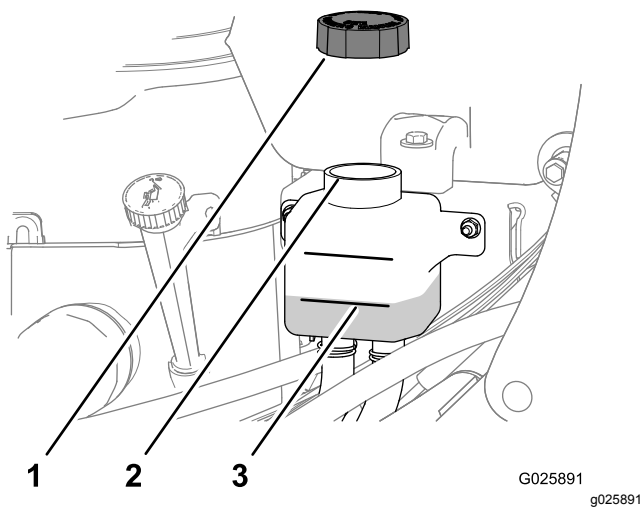

Figure 57
- Enlevez le bouchon du vase d'expansion et contrôlez le niveau de liquide hydraulique à l'intérieur (Figure 57).
- Au besoin, faites l'appoint de liquide de transmission spécifié jusqu'à ce que le niveau atteigne le repère maximum à froid sur le vase d'expansion (Figure 57).